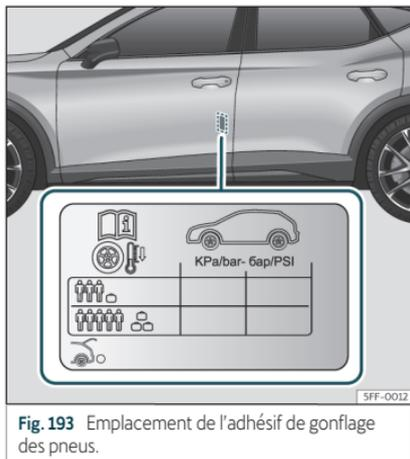

Fig. 193 Emplacement de l'adhésif de gonflage des pneus.
• Si le véhicule est fortement chargé, adaptez la pression des pneus en conséquence >>> **fig. 193**.
Les valeurs de pression de gonflage figurent sur l'étiquette adhésive située sur la face arrière du cadre de la porte avant gauche >>> **fig. 193**.
Adaptez la pression de gonflage des pneus à la charge du véhicule. Si le véhicule est chargé au maximum, vous devez augmenter la pression de gonflage jusqu'à la valeur maximale de charge indiquée sur l'étiquette adhésive >>> **fig. 193**.
Dans le cas de la roue de secours de taille réduite (125/70 R18), la gonfler à une pression 4,2 bar, comme indiqué sur l'étiquette de pression des pneus >>> **fig. 193**.
- Le conducteur est responsable de la pression correcte de tous les pneus de son véhicule. La pression de gonflage recommandée est indiquée sur un autocollant >>> fig. 193.
- Sur les pneus à froid, la pression devra toujours être celle indiquée sur l'autocollant >>> fig. 193.